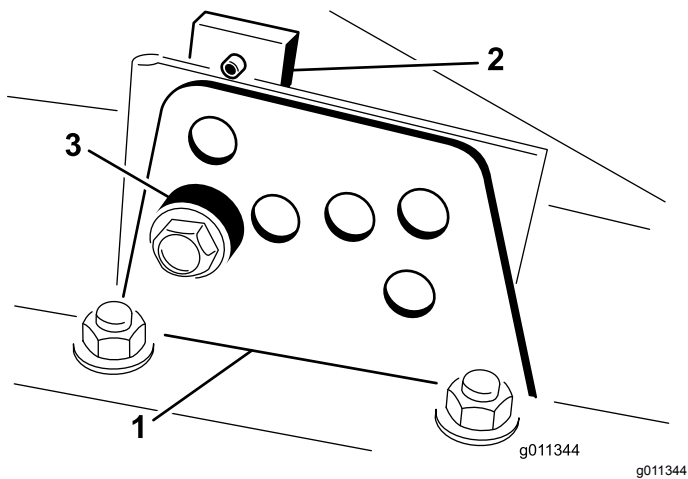

图 8
2. 拧松将各剪草高度支架固定至剪草高度板的螺栓前面和两侧 (图 8)。
4. 在支撑起切割腔的同时取出隔片 (图 8)。